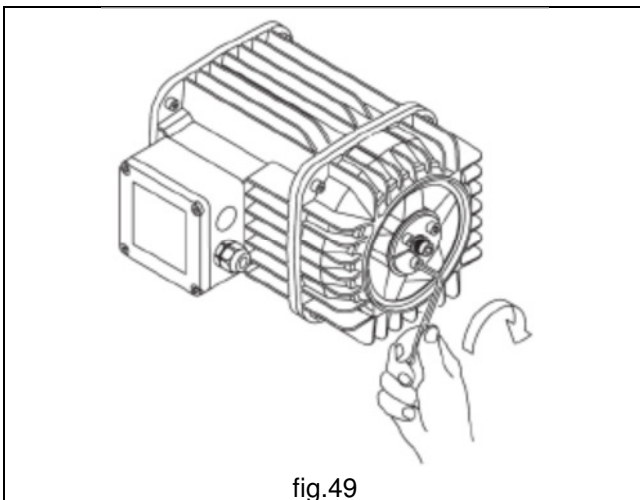

fig.49
7. Replacer les trois vis dans leur logement d'origine sur la bague en les vissant sur le sabot.(fig. 49)